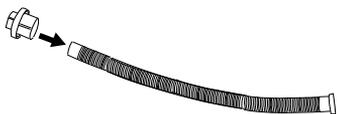
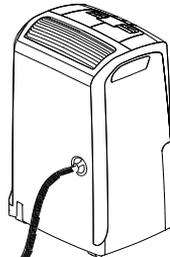

Abb. 3
Abb. 4
- 2) Stecken Sie den Schutzdeckel 1 bis zum Anschlag in den Kondenswasserabflussschlauch (8) (Abb. 3) und schrauben Sie ihn anschließend wieder an der Abflussöffnung fest (Abb. 4).